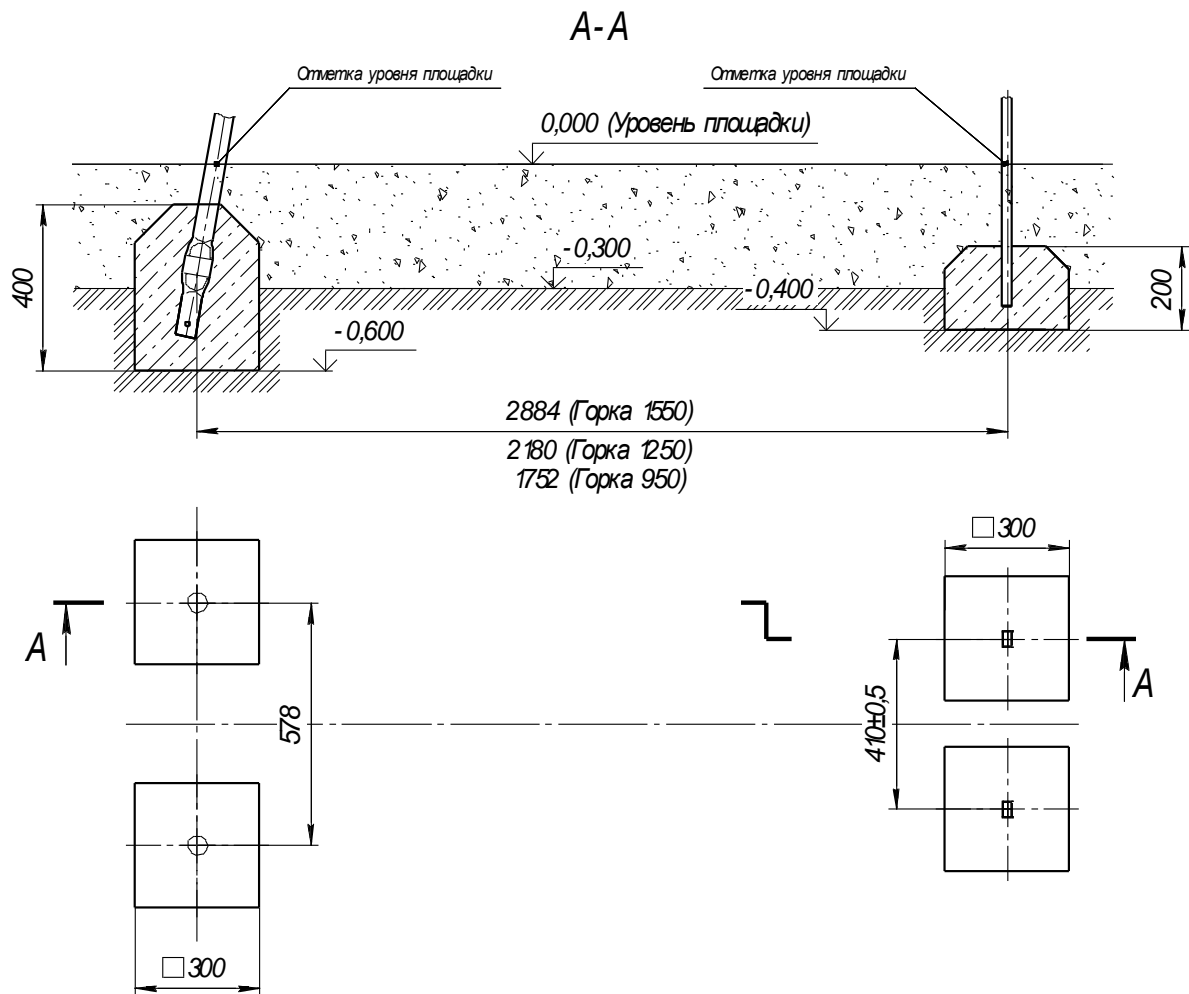

Рис. 2.
- Подготовить приямки по схеме на рис. 2.